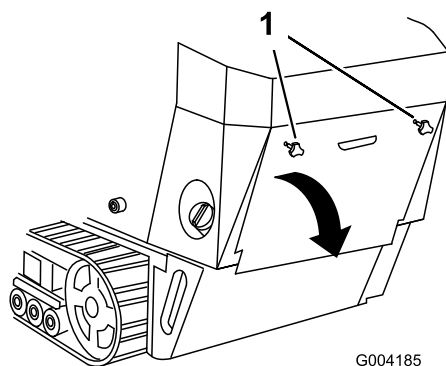

Figura 23
1. Desenrosque los 2 pomos que fijan la tapa de acceso trasera a la máquina (Figura 23).
2. Baje la tapa de acceso trasera y retírela para tener acceso a los componentes internos (Figura 23).